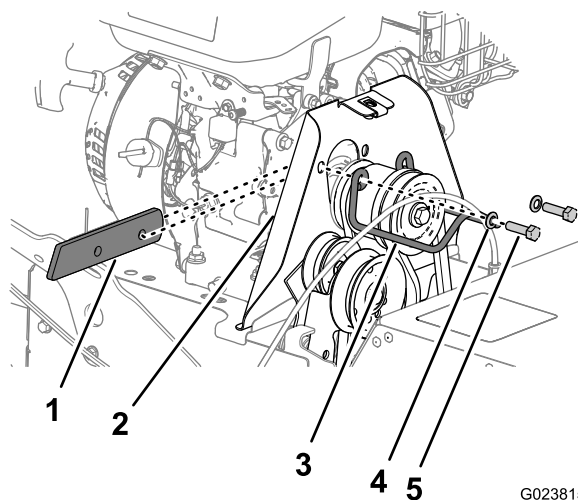

Рисунок 39
2. Выверните два болта и снимите две шайбы крепления крышки ремня к машине и снимите направляющую ремня и проставку (Рисунок 39).
- Установите проставку между двигателем и щитком шкива и совместите отверстия в проставке, двигателе и щитке (Рисунок 39).
- Прикрепите направляющую шкива к машине при помощи болтов и шайб (Рисунок 39), снятых при выполнении пункта 2 в разделе Снятие ремня привода щетки (страница 29).